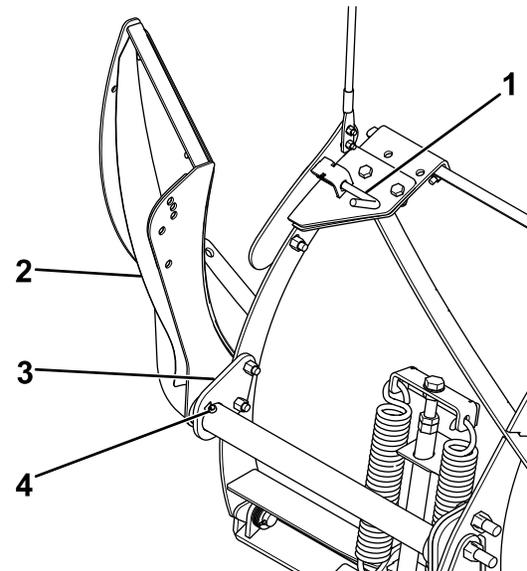

Bild 9
13. Federsplint zurück ziehen und in die Arretierstellung drehen (**Bild 9**).
14. Schieben Sie das Rohr des Pflugschildes durch die Lamellenhalterungen, bis der Befestigungsstift durch die äußere Halterung gesteckt werden kann (**Bild 9**).